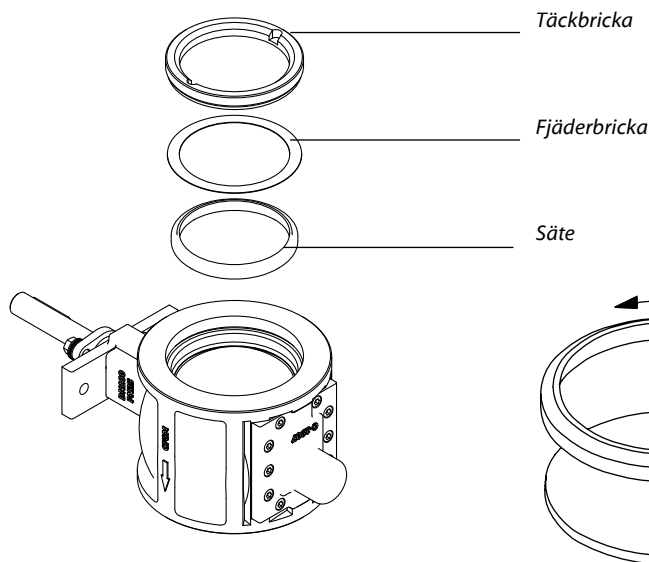

Fig. 6-10
2. Montera det nya sätet samt fjäderbrickan (→ Fig.6-10).